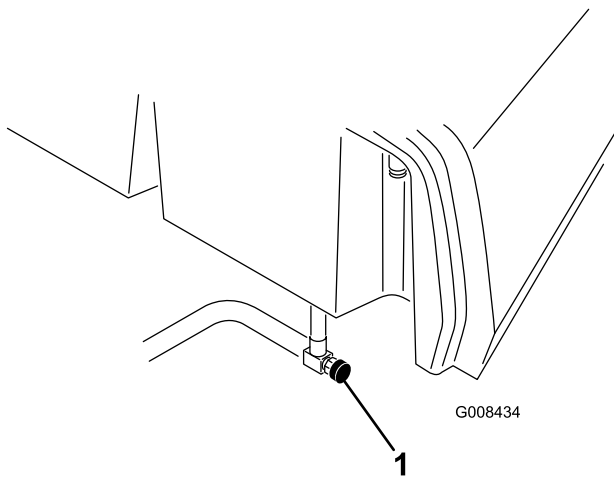

図 38
1. 長期間保管する場合には燃料バルブ 図 38を閉じておく。